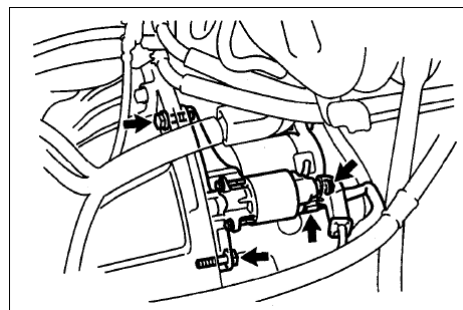

Рис. 323
- (1) Отсоедините подключение стартера.
- (2) Открутите гайки, отсоедините кабель стартера.
- (3) Снимите 2 болта и блок стартера(рис. 323).